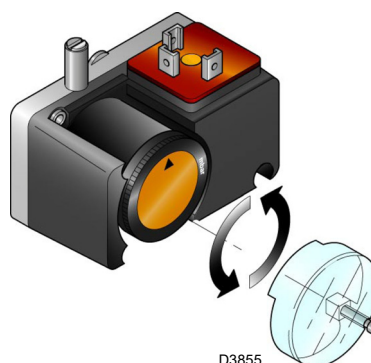

Abb. 32
- Stellen Sie den Gas-Mindestdruckwächter (Abb. 32) auf den Skalenanfangswert ein.
Den Gas-Mindestdruckwächter (Abb. 32) nach erfolgter Einstellung des Brenners, der Gasventile und des Stabilisators der Gasarmatur einstellen.